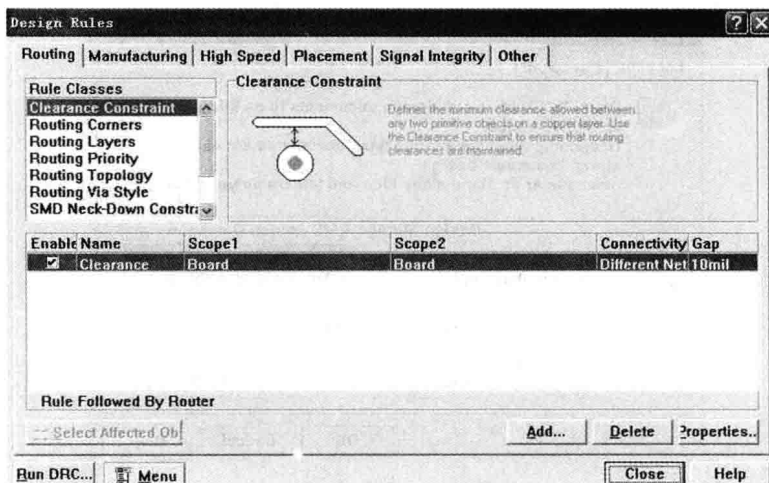

图 1-3 新增设计规则
(3)在布线方面,Protel 99SE 提供了 7 种新的设计规则(Design Rules)、5 种设计规则锁定范围(Scope)和具有设计规则的汇入/汇出功能及各种设计规则报告资料输出的功能,如图 1-3 所示。